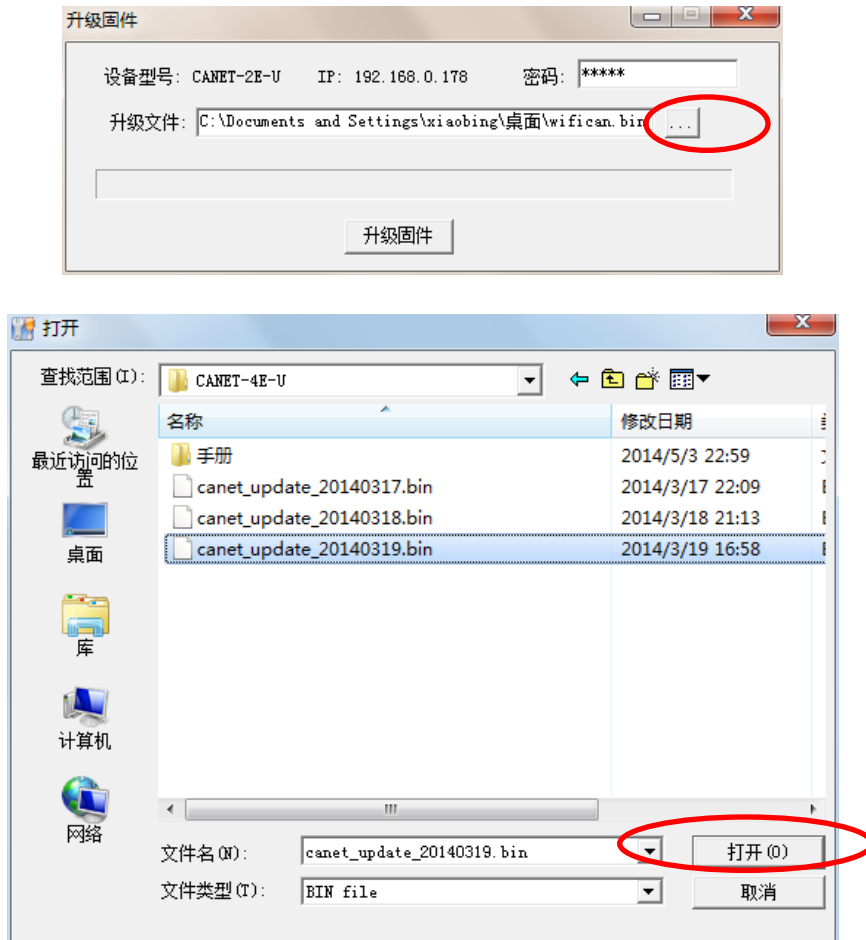

图 5.15 固件升级界面
2. 单击菜单中的【升级固件】, 出现如图 5.15 所示的固件升级界面, 填入密码 (默认是 88888), 然后选中升级文件, 单击“打开”按钮。